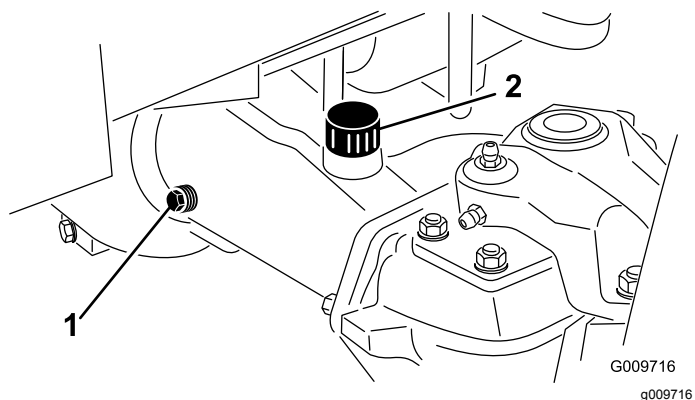

Figura 45
2. Togliete il tappo di controllo da un'estremità del ponte (Figura 45) e verificate che il lubrificante raggiunga la base del foro. Se il livello è basso, togliete il tappo di riempimento (Figura 45) e rabboccate con lubrificante finché non raggiunge la base del foro del tappo di controllo.